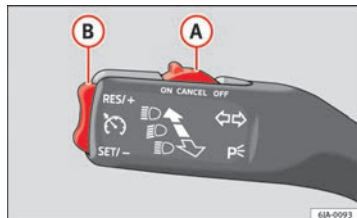

Fig. 110. Manípulo das luzes indicadoras de mudança de direcção e dos máximos: botões do regulador de velocidade
- Mova o interruptor **(A)** ⇒ Fig. 110 para a posição **ON**.
- Pressione o botão basculante **(B)** ⇒ Fig. 110 ⇒ Página 156 na posição **RES**.
- A velocidade programada pode **ser diminuída** pressionando o botão **(B)** ⇒ Fig. 110 ⇒ Página 156 na posição **SET**.
O regulador de velocidade é **desactivado temporariamente** ao pressionar o botão **(A)** ⇒ Fig. 110 ⇒ Página 156 na posição **CANCEL**, ou ao pisar o pedal do travão ou da embraiagem.
- Mova o interruptor **(A)** ⇒ Fig. 110 ⇒ Página 156 para a posição **OFF**.